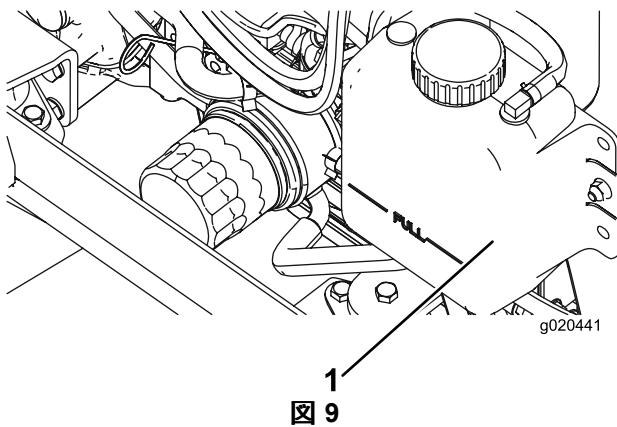

図 9
1. ラジエターと補助タンクのふた図 9 を注意深く開ける。